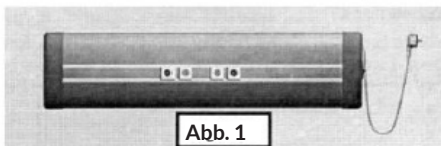

Abb. 1
1. Für das Heizgerät werden 4 Halterungen und Verbindungselemente verwendet. Des Weiteren befinden sich auf der Rückseite des Geräts 4 25x25 mm Unterlegscheiben. Nehmen Sie zwei Unterlegscheiben (siehe Abb. 1) und befestigen Sie mithilfe der Schrauben zwei Halterungen an der Rückseite des Geräts (siehe Abb. 2).